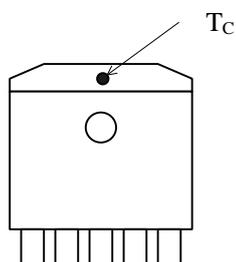

図 2-1 ケース温度測定位置
(1) 過電圧保護電圧 33 V で制限
(2) ガラスエポキシ基板 (40 mm × 40 mm)、銅はくエリア 100%
(3) ケース温度の測定位置は図 2-1 参照